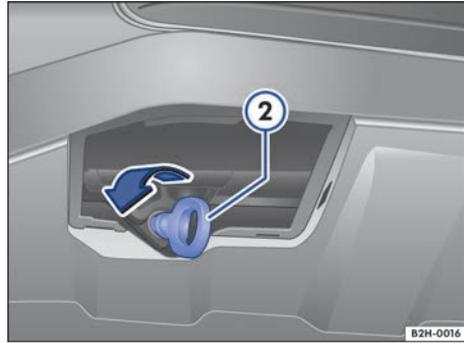

Fig. 187 En el lado derecho del paragolpes delantero: enroscar el gancho para remolque.
- Enrosque el gancho para remolque ⇒ **fig. 187** ② en el alojamiento girándolo lo más que pueda hacia la **izquierda** ⇒ ①. Utilice un objeto adecuado con el que pueda enroscar completa y firmemente el gancho para remolque en su alojamiento.